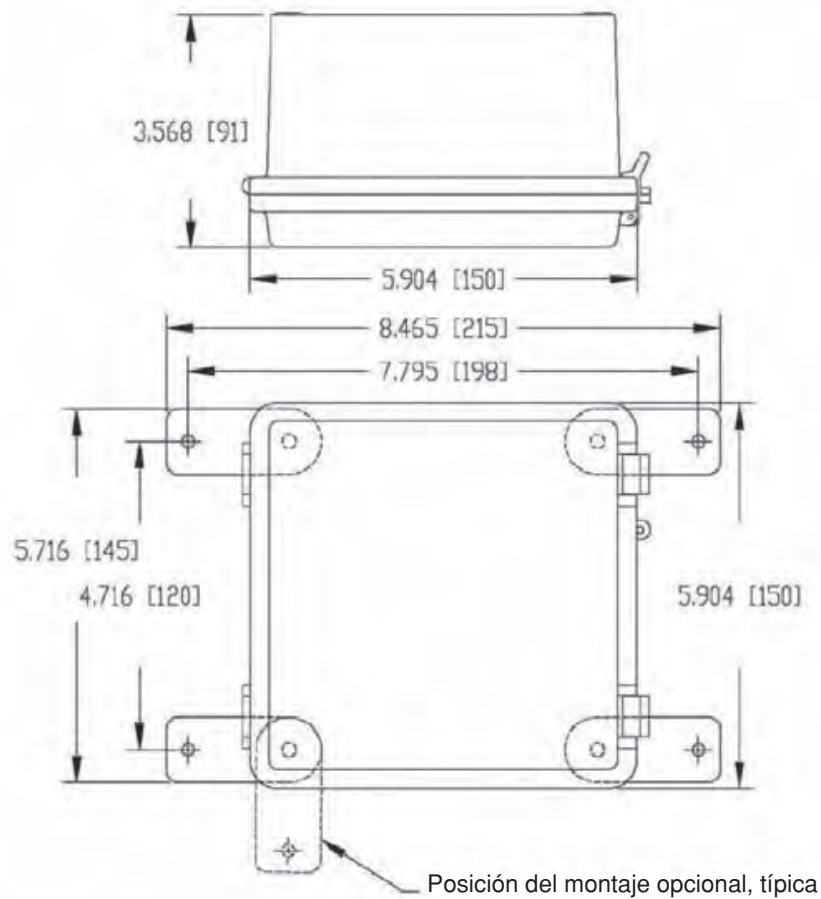

Figura 2: Dimensiones de la Caja de Plástico
| Figura 2: Dimensiones de la Caja de Plástico.....                         | 28 |
2. En la Figura 2 se muestran las cajas de plástico NEMA 4X.